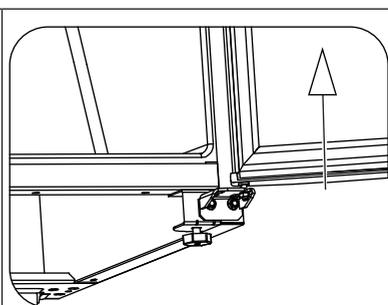

Рисунок 11
3. Снимите дверь с оси нижнего кронштейна (см. рис. 11).
4. Снимите дверь с оси нижнего кронштейна (аналогично рис. 11).
3. Снимите дверь с оси нижнего кронштейна (аналогично рис. 11).